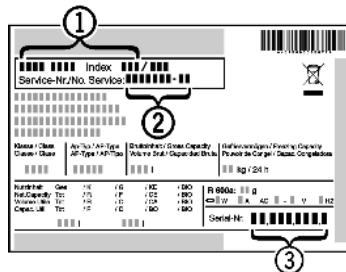

Fig. 45
- ▶ Считать обозначение устройства Fig. 45 (1), сервисный номер Fig. 45 (2) и серийный номер Fig. 45 (3) с заводской таблички. Заводская табличка находится внутри устройства слева.